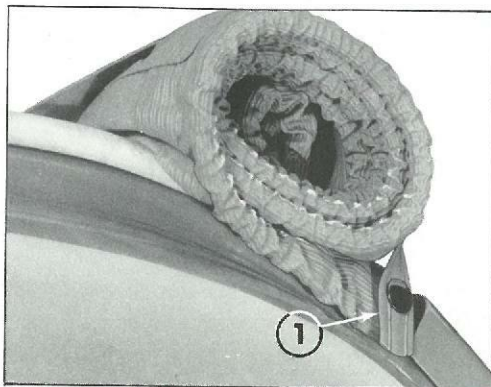
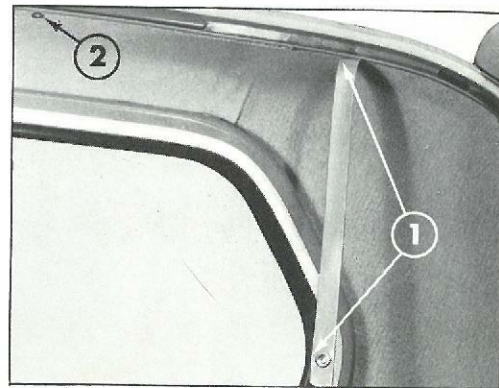

Fig. 31 - Ouverture totale de la capote
Fig. 30 - Ouverture totale de la capote
- Libérer les pattes d'attache (Fig. 30 - Rep. 1) de leurs fixations (Rep. 2) et sangler la capote, roulée, en utilisant les pattes d'attache et le bouton-pression (Fig. 31 - Rep. 1).